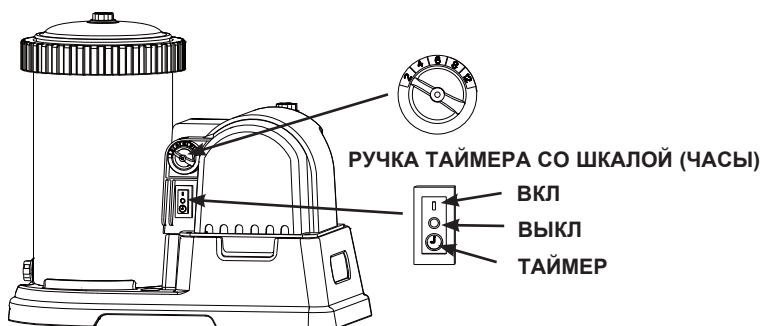

рис.10
- А. Установите ручку таймера на необходимое время работы. Смотрите Расчет времени работы. Смотрите рис.10.